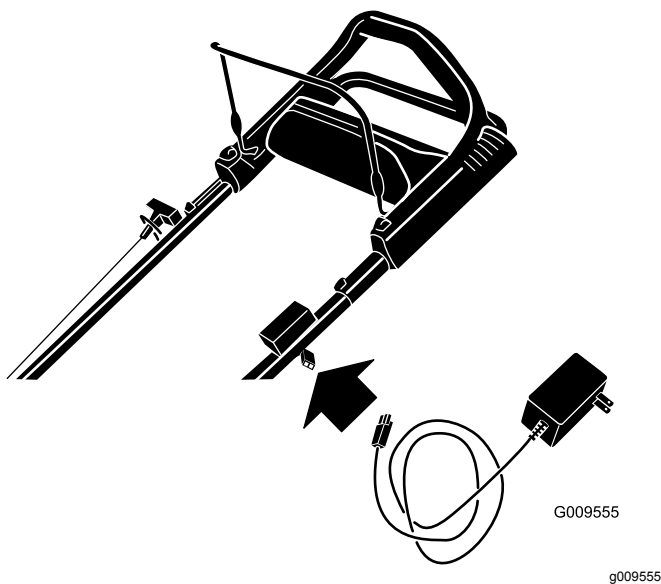

Figura 37
1. Conecte el cargador al arnés de cables situado debajo del botón de arranque eléctrico (Figura 37).
Nota: La máquina viene con un fusible de repuesto en el compartimento del cargador de la batería (Figura 37).